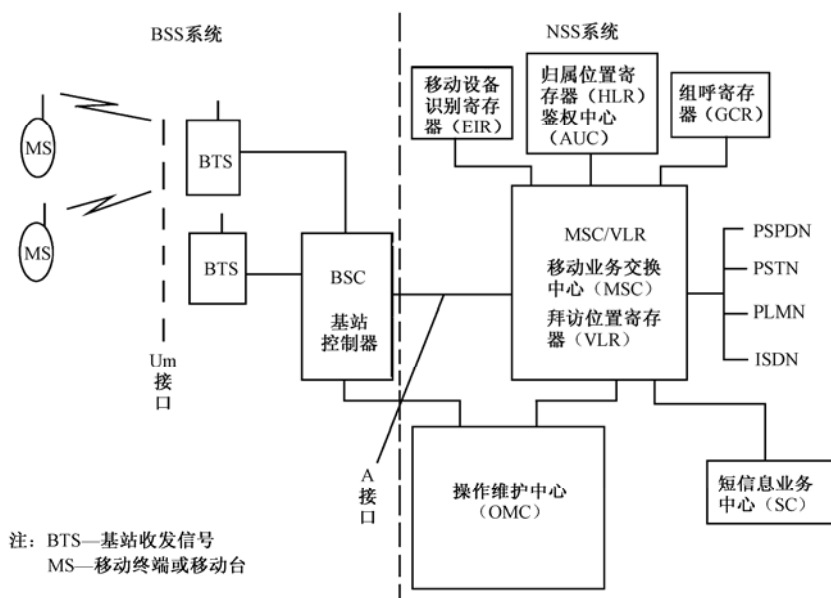

图 2-1-1 GSM 系统框图
蜂窝移动通信系统主要由交换网络子系统 (NSS)、无线基站子系统 (BSS) 和移动台 (MS) 三大部分组成, 如图 2-1-1 所示。其中 NSS 与 BSS 之间的接口为 “A” 接口, BSS 与 MS 之间的接口为 “Um” 接口。在移动通信系统中, TACS 规范只对 Um 接口进行了规定, 而未对 A 接口做任何的限制。也就是说, NSS 系统和 BSS 系统只能采用一个厂家的设备, 而 MS 可采用不同厂家的设备。
GSM 系统框图如图 2-1-1 所示，A 接口往右是 NSS 系统，它包括移动业务交换中心（MSC）、拜访位置寄存器（VLR）、归属位置寄存器（HLR）、鉴权中心（AUC）、移动设备识别寄存器（EIR）、组呼寄存器（GCR）和操作维护中心（OMC）。A 接口与 Um 接口之间是 BSS 系统，它包括有基站控制器（BSC）和基站收发信台（BTS）。Um 接口往左是移动台部分（MS），其中包括移动终端（MS）和客户识别卡（SIM）。在 GSM 网上还配有短信息业务中心（SC），可开放点对点的短信息业务，类似数字寻呼业务，实现全国联网，还可开放广播式公共信息业务。另外配有语音信箱，可开放语音留言业务，当移动被叫客户暂不能接通时，可接到语音信箱留言，提高网络接通率，给运营部门增加收入。